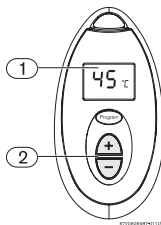

Bild 8 Einstellen der Temperatur
- ▶ Die Tasten ⏏ oder ⏏ so lange auf der Fernbedienung drücken (Bild 8, Pos. 2), bis die gewünschte Temperatur (in Grad Celsius) auf der Anzeige der Fernbedienung erscheint (Bild 8, Pos. 1).